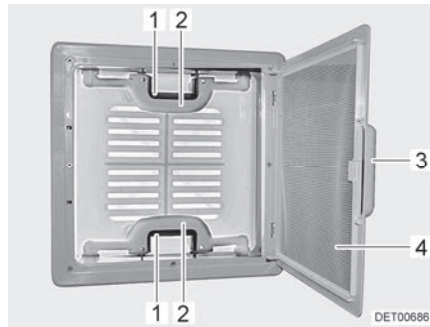

Fig. 29 Oblò a scatto
- Tirare la maniglia (Fig. 29,3).
- Ribaltare la protezione contro gli insetti (Fig. 29,4) verso il basso.
- Premere la chiusura a scatto (Fig. 29,1) verso l'interno dell'oblò. Premere contemporaneamente verso l'alto l'oblò con la maniglia (Fig. 29,2).
- Spingere la protezione contro gli insetti (Fig. 29,4) verso l'alto finché non si innesta.
- Tirare con forza verso il basso le due maniglie (Fig. 29,2) dell'oblò, fino a quando non scattano entrambe le chiusure (Fig. 29,1).